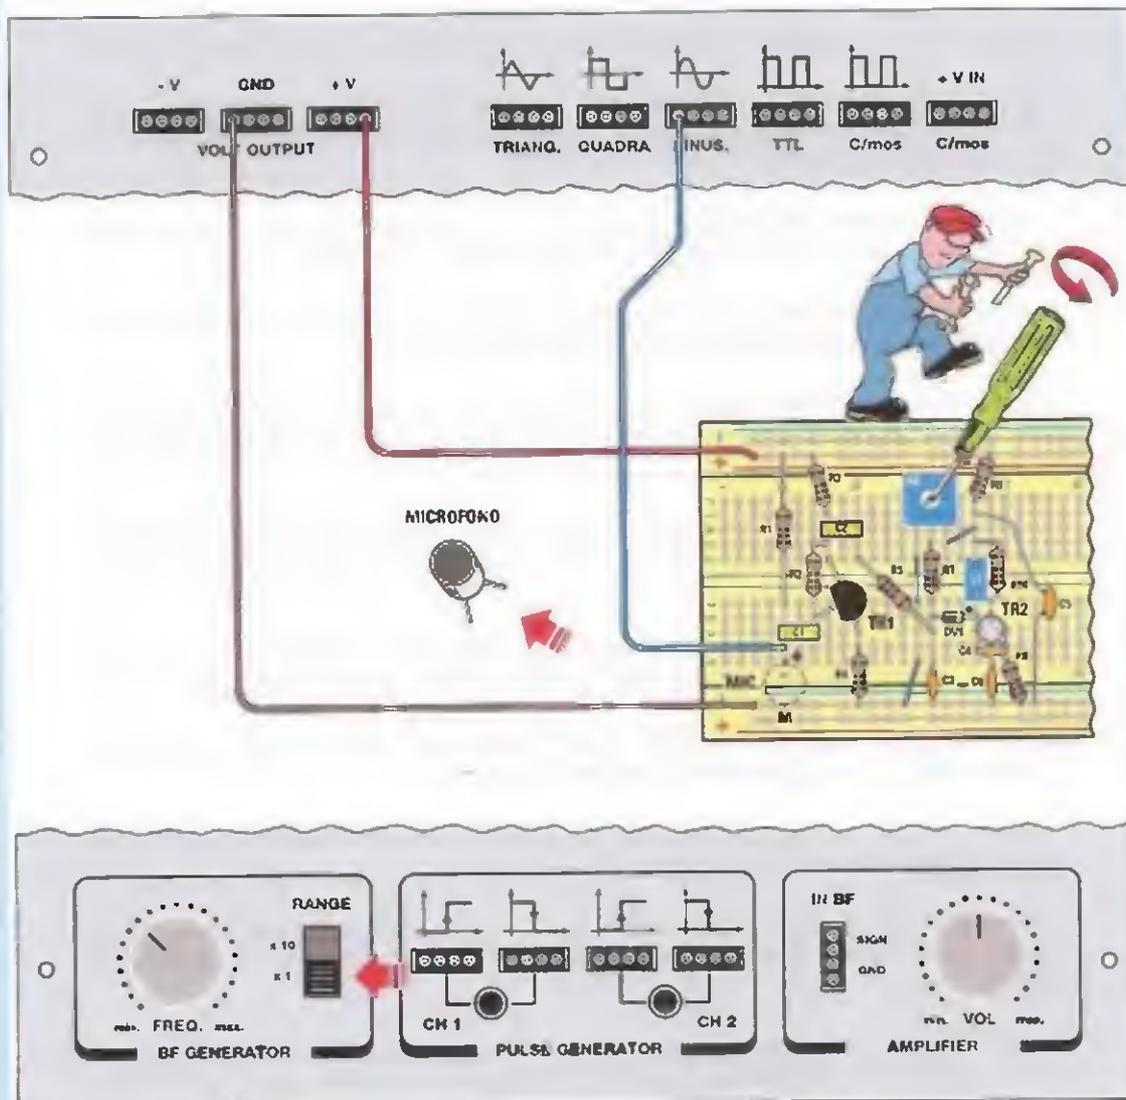

Fig.21 Estraiete dalla breadboard il **microfono** e al posto del suo terminale positivo (+) uno spezzone di filo della lunghezza di circa 15 cm.
- localizzate sulla breadboard il trimmer R6 di regolazione della sintonia del trasmettitore e con un piccolo cacciavite ruotatelo fino a portare il cursore a metà corsa (vedi fig.21).